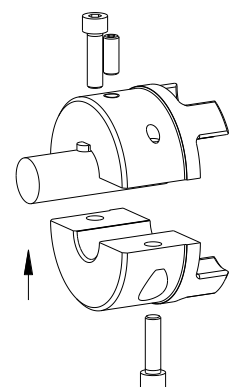

Bild 8
- Positionieren Sie die untere Halbschale der ersten SPLIT-Nabe zur oberen Halbschale unter die Welle aus (siehe Bild 8). Drehen Sie die Zylinderschrauben einige Gewindegänge ein.